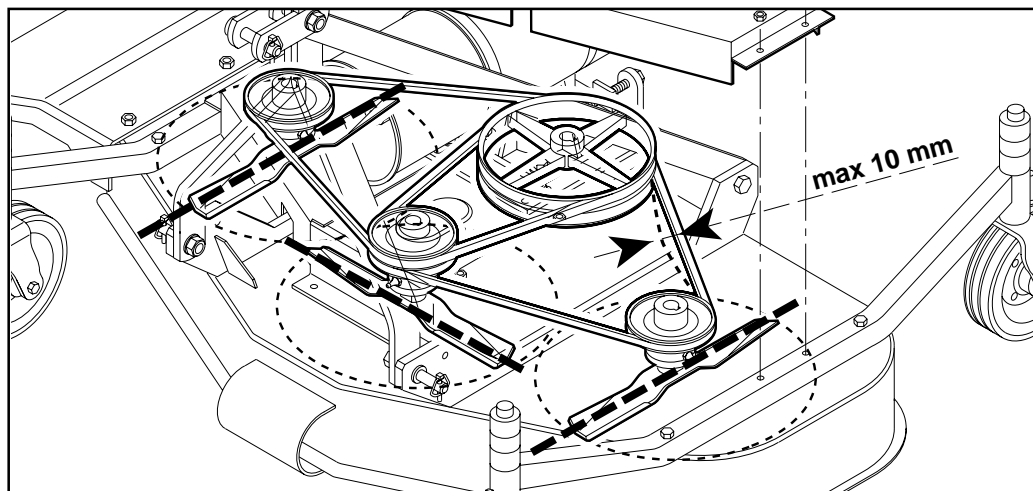

Fig. 8
- Inserire le due cinghie nelle gole delle pulegge, disponendole come illustrato in figura 8. Dopo avere inserito le cinghie, allineare le lame di taglio nel senso indicato dalle linee tratteggiate (vedere Fig. 8).
- Fit the two belts into the pulley races as illustrated in figure 8. After the belts have been inserted, align the cutting blades in the direction indicated by the dotted lines (see Fig. 8).
Tighten the belts. The belt tension can be checked by pressing at the side of the belt in the direction indicated by the arrow in figure 8. For a correct tension, the belt should give about 10 mm when pushed with a certain force by the hand.
- Die beiden Keilriemen in die Rillen der Riemenscheiben stecken und so anordnen, wie in der Abbildung 8 gezeigt ist. Nach dem Einstecken der Riemen die Schnittmesser in der Richtung anordnen, die durch die gestrichelte Linie markiert ist (siehe Abb. 8).
Die Riemen spannen. Die Riemen-spannung wird geprüft, indem man seitlich in der Richtung des Pfeils in der Abbildung 8 auf den Keilriemen drückt. Wenn man mit der Hand eine gewisse Kraft auf den Riemen ausübt, muß er sich um circa 10 mm eindrücken lassen. Dann ist er richtig gespannt. Um dies zu erhalten, die Gegenmutter (00553480) lockern und die Schraube (00551258) zum Einstellen der Riemen-spannung losdrehen, bis man die gewünschte Spannung erhält.
- Introduire les deux courroies dans les gorges des poulies, en les disposant comme illustré dans la figure 8. Après avoir monté les courroies, aligner les lames de coupe dans le sens indiqué par les lignes hachurées (Cf. Fig. 8).
Tendre les courroies. La vérification de la tension des courroies s'effectue en appuyant latéralement sur la courroie dans le sens indiqué par la flèche dans la figure 8. La tension est correcte quand la courroie fléchit de 10 mm en appuyant la main dessus avec force.
- Introducir las dos correas en las gargantas de las poleas, posicionándolas como se ve en la figura 8. Luego de haber introducido las correas, alinear las cuchillas de corte en el sentido indicado por las líneas de puntos (ver Fig. 8).